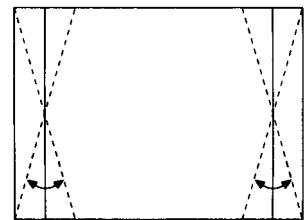

Fig. 6
- d) Regler E-W TRAPEZOID pour obtenir le meme resultat que la (fig. 6).